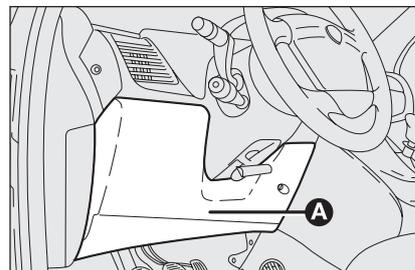

fig. 38
Per accedere alla centralina portafusibili su plancia portastrumenti occorre rimuovere la plastica di protezione **A**-fig. 38.
- Fusibile da 20A per amplificatore audio esterno (Hi-Fi Bose), installato vicino alla centralina plancia (accessibile rimuovendo la plastica di protezione **A-fig. 38**);
- Fusibile da 20A per tetto apribile, installato vicino alla centralina plancia (accessibile rimuovendo la plastica di protezione **A-fig. 38**);